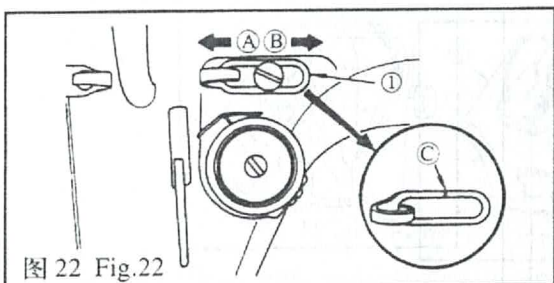

图 22 Fig.22
16. 挑线杆线量的调节 (图 22)
16. ADJUSTING THE THREAD TAKE-UP STROKE (Fig.22)